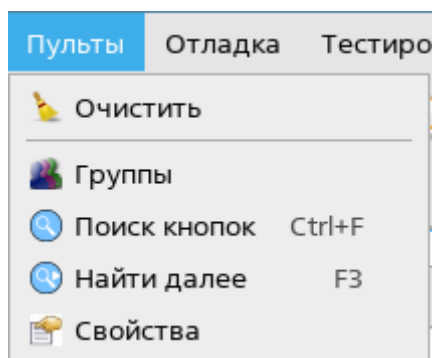

Рисунок 3.7 – Раздел основного меню «Пульты»
3.2.5.1 Данный раздел основного меню предназначен для конфигурирования устройств типа: пульт, переговорное устройство и речевой информатор (см. рисунок 3.7). Доступность для выбора данного раздела определяется содержимым текущего основного окна.